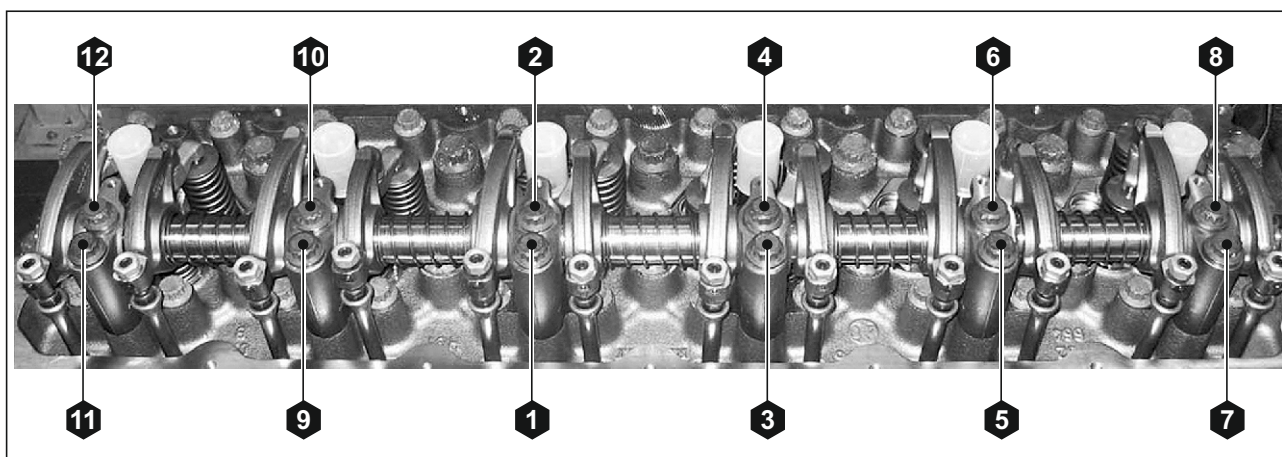

Рис. 118. Порядок затяжки болтов крепления оси коромысел.
4. Затянуть болты стоек оси коромысел согласно, указанному порядку и рекомендованному моменту (см. **Рис. 118**):